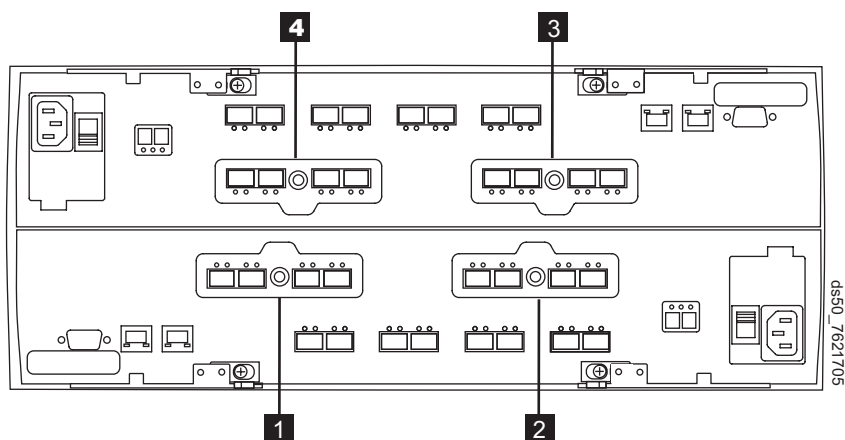

Figura 113. Slots da placa da interface de host nos controladores A e B
15. Localize a placa da interface de host que deseja substituir. Consulte o Figura 113 na página 194.
Tabela 54. Descrição da Figura 113